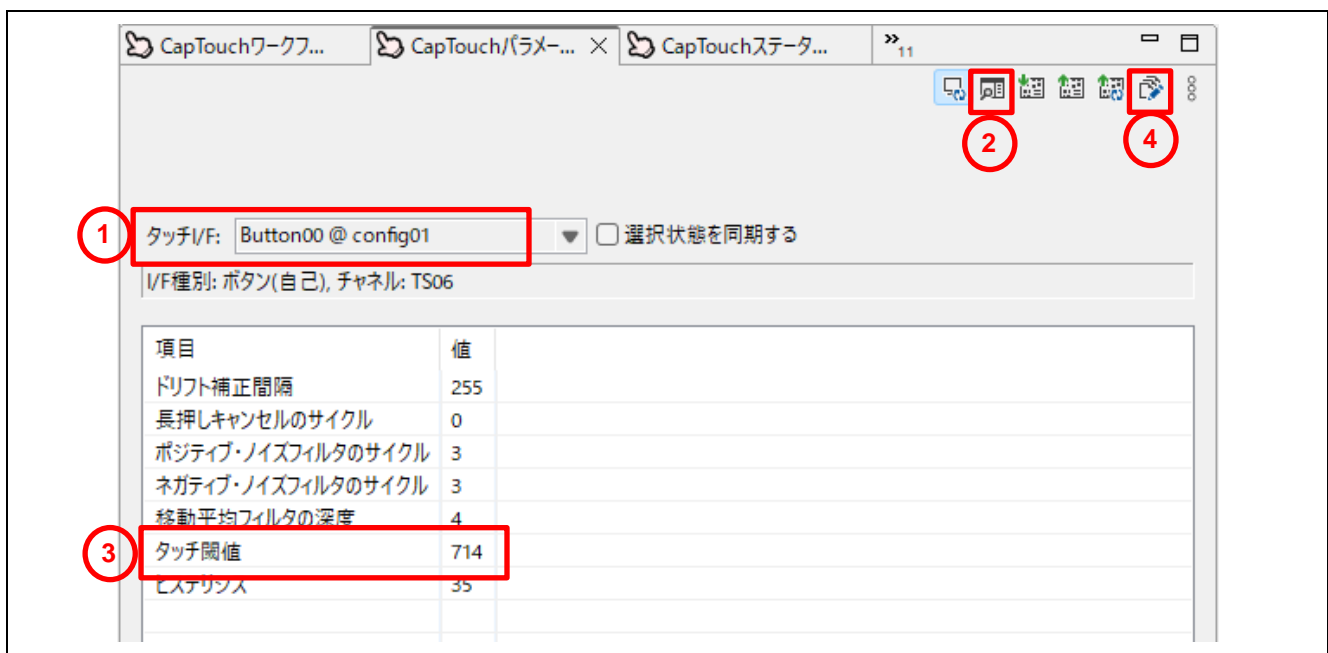

図 4-3 モニタリング機能を使用した感度調整画面
上記の手順番号 1~4 の設定は、図 4-3 の①~④で操作します。